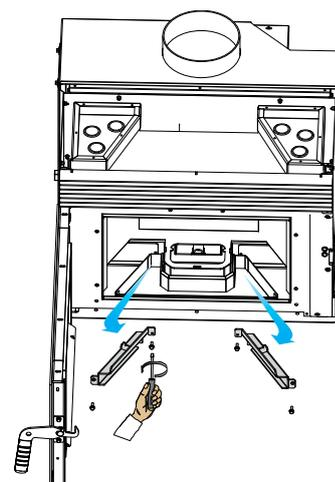

fig. 7.17
- D) Retirer les supports des plaques réfractaires latérales (fig. 7.17).